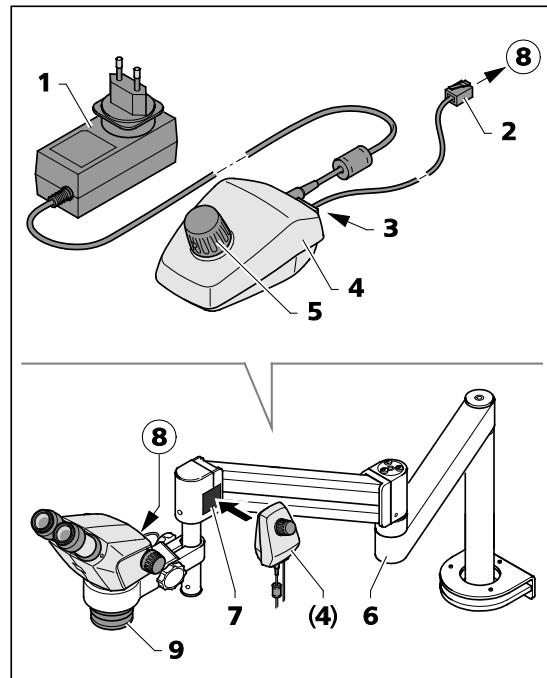

Fig. 24 Controllore K LED
Il controllore K (Fig. 24/4) serve al comando dell'illuminatore verticale del corpo di microscopio Stemi 305 o della lampada anulare nel caso di applicazioni con gli stativi a sbalzo A o U o altri stativi.
- Avvitare il sistema addizionale 0,5x/185 mm (Fig. 24/9) al corpo di microscopio.
- Utilizzandosi la lampada anulare, adattarla con l'aiuto dell'adattatore consegnato (diametro interno 58 mm, esterno 66 mm) al sistema addizionale (Fig. 24/9).
- Fissare la piastra magnetica (Fig. 24/7) con il lato adesivo sullo stativo a braccio girevole.
- Inserire il cavo di allacciamento consegnato (lungo 1 m) (Fig. 24/2) nella presa (Fig. 24/8) disposta sul corpo di microscopio o sulla lampada anulare, e nella presa (Fig. 24/3) situata sul lato posteriore del controllore K (Fig. 24/4).
- Attaccare il controllore K (Fig. 24/4) alla piastra magnetica (Fig. 24/7).
- Collegare il controllore K tramite l'alimentatore (Fig. 24/1) alla rete elettrica.
- Orientare lo stativo a braccio girevole (Fig. 24/6) di modo che risulti una postura di lavoro ergonomica.
- Accendere l'illuminatore verticale (o la lampada anulare), premendo la manopola (Fig. 24/5) disposta sul controllore K, e regolare l'intensità luminosa girando la manopola.